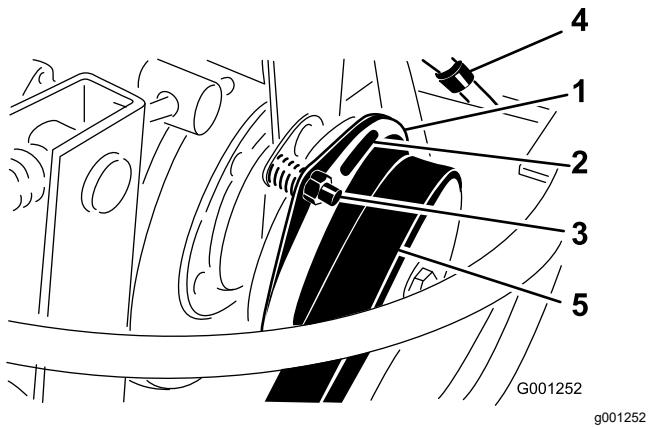

図 95
6. クラッチのライニングと摩擦プレートとの間のギャップを 0.38 mm のすきまゲージが通れるように調整する図 95。
注 調整ナットを右に回すと隙間が小さくなる図 95。整備時の隙間の最大値は 0.76 mm である。3 か所すべてでエアギャップの調整を行う。